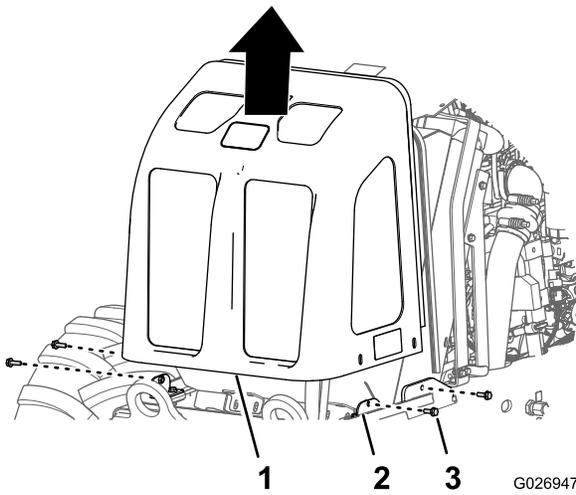

**Figura 4**
1. Retire los paneles laterales (Figura 4); consulte el *Manual del operador*.